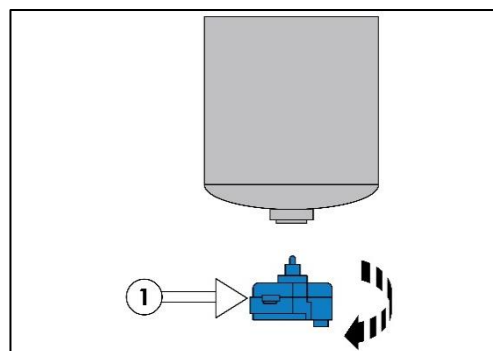

Fig. 257 : CAPTEUR DE PRÉSENCE D'EAU DANS LA CARBURANT
3. Déposer le capteur de présence d'eau (élément 1 sur la figure 257) du filtre à carburant.
4. Faire tourner le capteur de présence d'eau (1 sur la Fig. 257) dans le sens antihoraire pour les desserrer et laisser l'eau s'écouler.